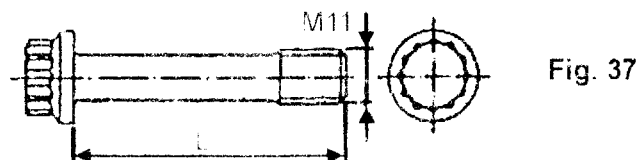

Fig. 37
**Nota:** Medir la longitud de la parte entrante del perno y cambiar si "L" supera 53,6 mm (Fig. 37)